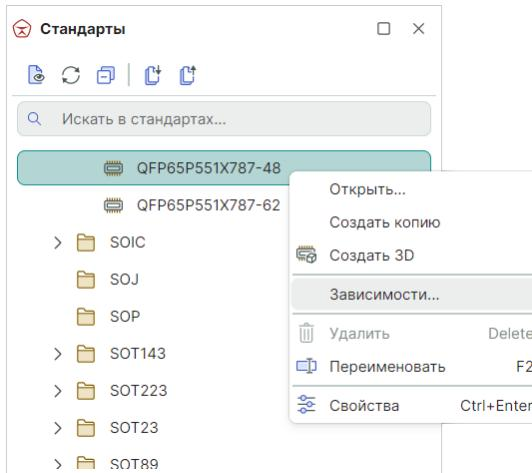

Рис. 116 Просмотр зависимостей
2. Вызовите контекстное меню и выберите пункт «Зависимости...», см. Рис. 116.